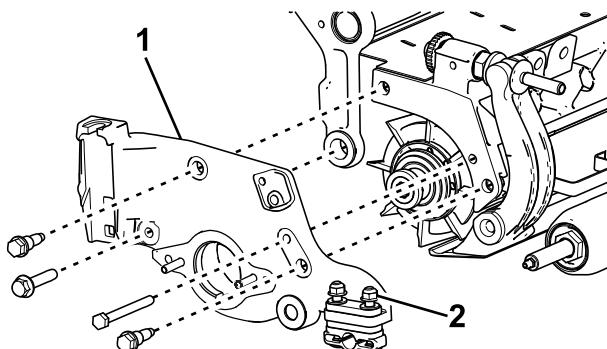

図4
7. 22" カッティングユニット用2番と3番図1ローラブラシ側のみ。サイドプレートを外す必要なボルト・ナット類は外し、後ローラのクランプのナットはゆるめる必要がある図4。